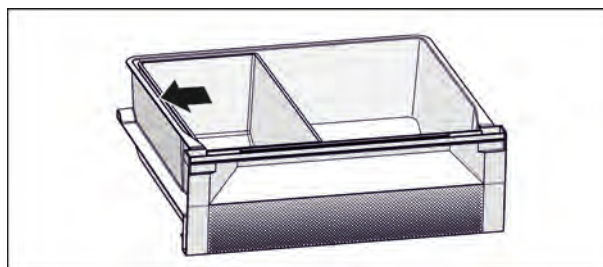

Fig. 6
- ▶ Разместите лоток Fish & Seafood. Изображенная позиция *Fig. 6 (I)* обеспечивает оптимальную функцию охлаждения.